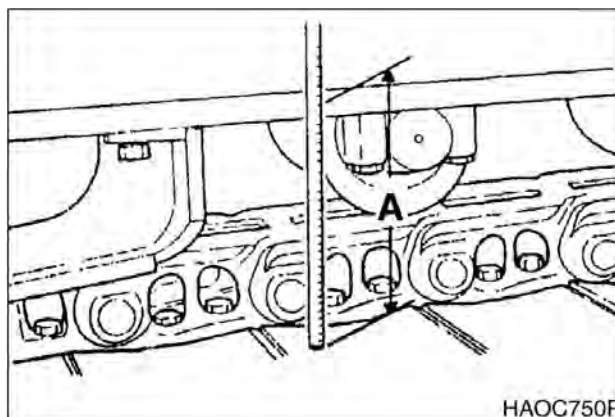

Рис. 101
2. Измерение расстояния (А, рис. 101) между нижней частью боковой рамы и верхом самого нижнего башмака гусеницы. Рекомендуемое натяжение для работы на поверхности любого типа 380 - 430 мм.